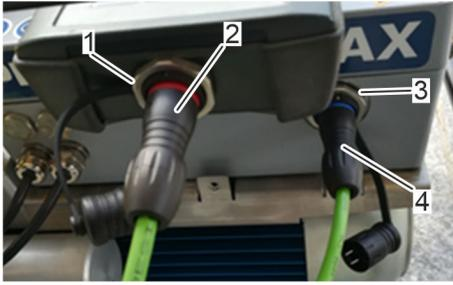

Рис. 40: Присоединение адаптерного кабеля
1. ➤ Подсоединить красный разъем адаптерного кабеля (Рис. 40/2) к панели управления (BE) (Рис. 40/1).
2. ➤ Вставить синий штекер адаптерного кабеля (Рис. 40/3) в документационно-сервисный интерфейс гидравлического агрегата (Рис. 40/4).